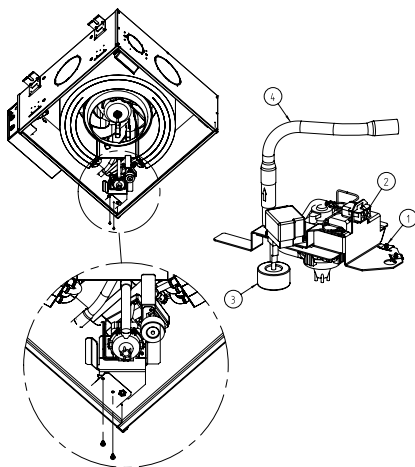

Fig.26
1. Fjern de 2 fastgøringsskruer (Fig.26, pkt. 1).
2. Frakobl strømkablet til motoren til pumpen til kondensvand (Fig.26, pkt. 2).
3. Fjern PVC-slangen (Fig.26, pkt. 4).
5. For at kontrollere, at den nye pumpe til kondensvand fungerer korrekt, skal man skubbe flydelegemet (Fig.26, pkt. 3) opad.